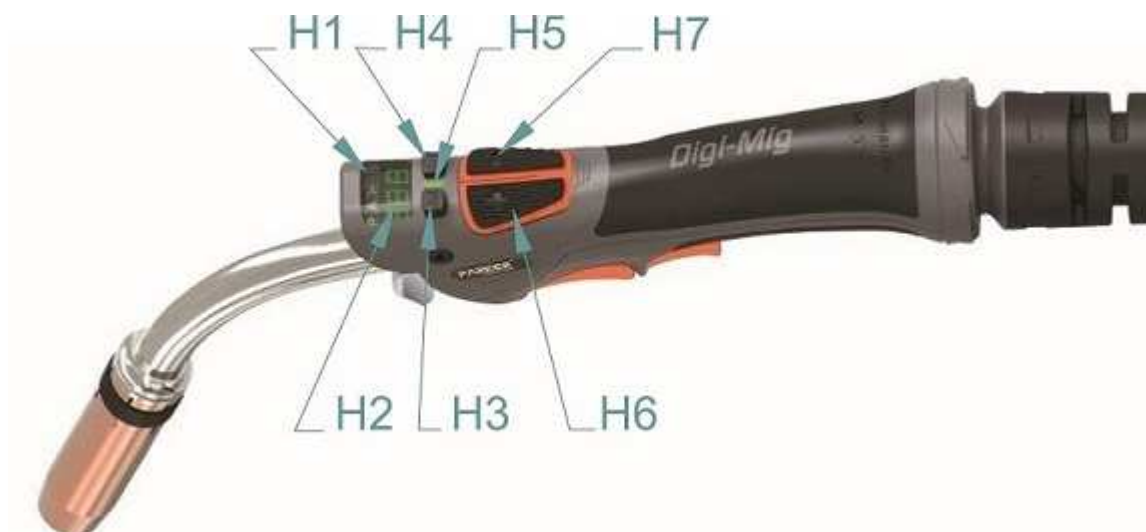

Abb. 8 Fernbedienung des Brenners
6. Die Wickelrollenbremse ist vom Hersteller eingestellt. Im Bedarfsfall kann sie mit der Schraube (Abb. 8, Pos. **D1**) so nachgestellt werden, dass beim Anhalten des Vorschubs die Wickelrolle rechtzeitig zum Stehen kommt. Somit wird ein übermäßiges Abwickeln des Drahtes verhindert. Eine übermäßig fest angezogene Bremse strengt allerdings unnötig den Vorschubmechanismus an und es kann zum Durchdrehen des Drahtes auf den Wickelrollen kommen.
Sie wird mit dem Spannungspotentiometer eingestellt, Abb. 8, **V16**.